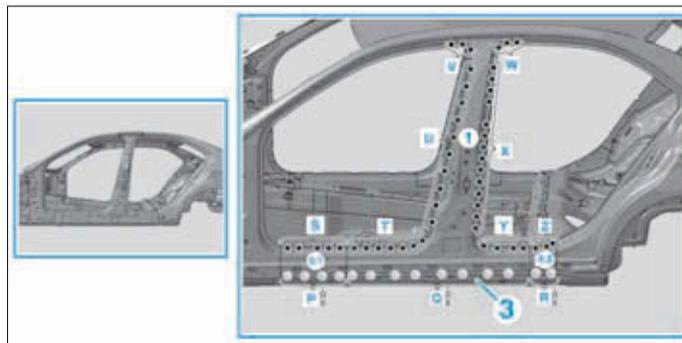

FIG. 87
- Appliquer de la colle à deux composants dans les zones hachurées (Fig.87).
- Riveter partie extérieure du montant B (1) et les morceaux du longeron latéral (4.1 et 4.2) avec un rivet de Ø 6,4 x 14 mm dans les zones (P, Q et R).